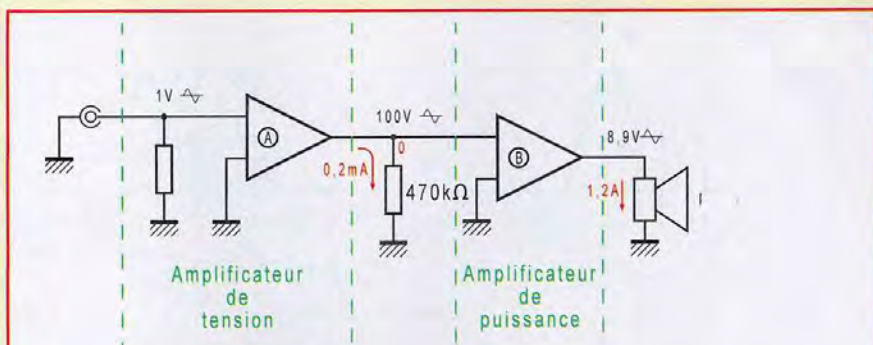

Figure 1 : Schéma très élémentaire constitué d'un amplificateur de « tension » (A) attaquant un amplificateur de « puissance » (B)
C'est cette notion **de courant** qui est la plus importante. Nous avons représenté **figure 1** un petit schéma très élémentaire constitué d'un amplificateur de « tension » (A) attaquant un amplificateur de « puissance » (B).